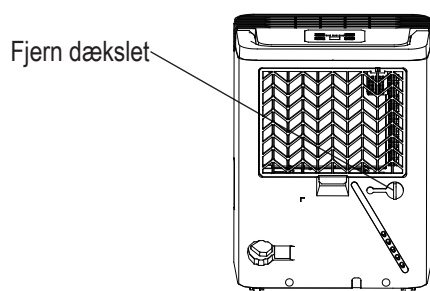
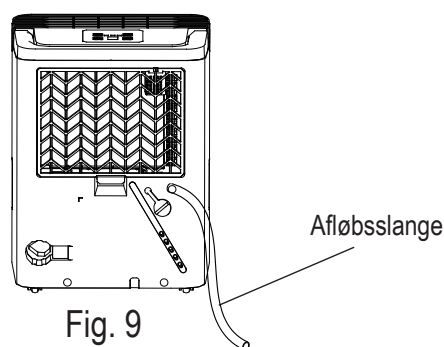

Fig. 8
Fig. 9
- Fjern gummiproppen fra afløbsslængens udløb. Fastgør en afløbsslange (ID = 13.5mm) og før den til gulv afløbet eller et egnet dræningsanlæg (se Fig. 8 og Fig. 9).